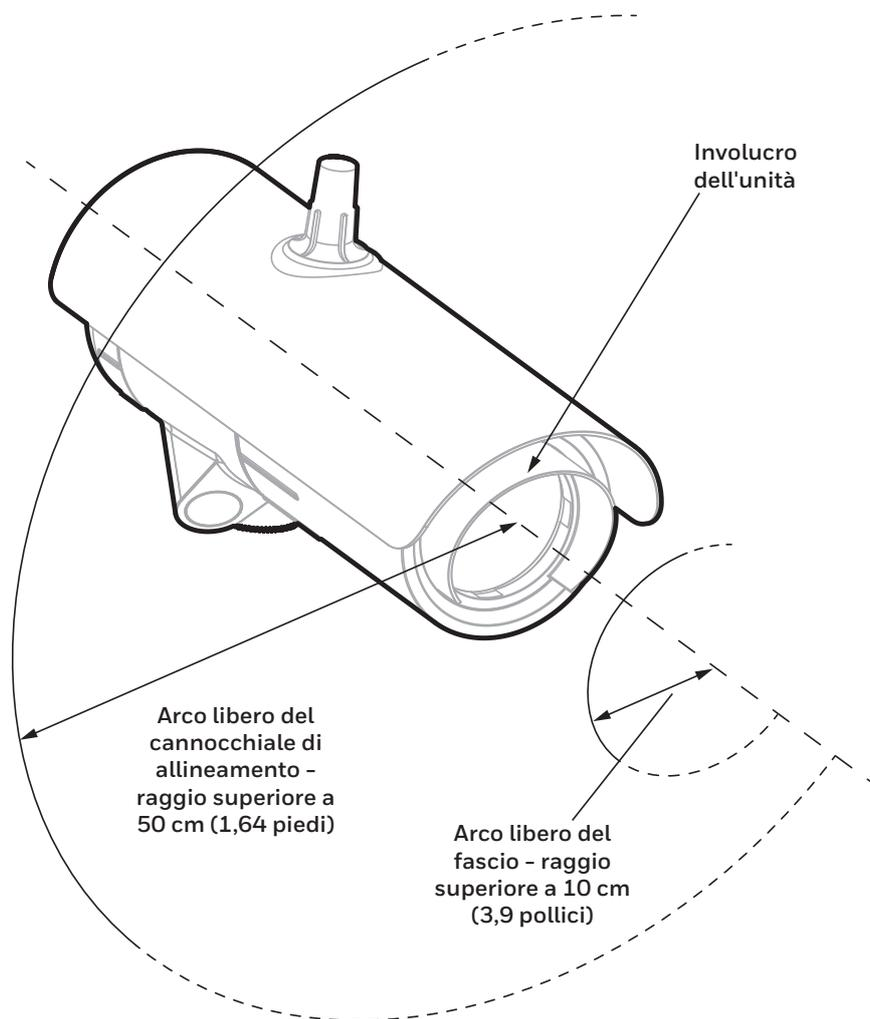

Figura 4. Arco libero del fascio
3. Inserire il perno di articolazione nell'adattatore della piastra di montaggio per la flangia della staffa di montaggio universale (Figura 4).